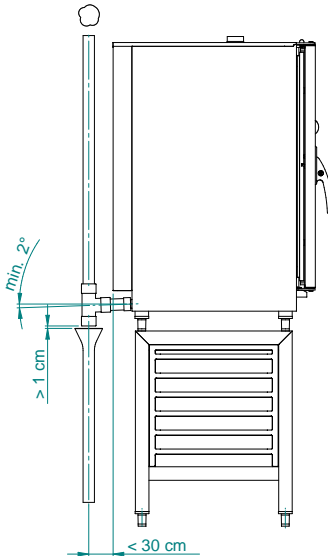

Fig. 2.4
**Atención:** instalar el sistema de evacuación de modo que los vapores emitidos por el Air-Break alcancen la abertura de aireación colocada al fondo del aparato. (Fig. 2.4 y 2.4A)